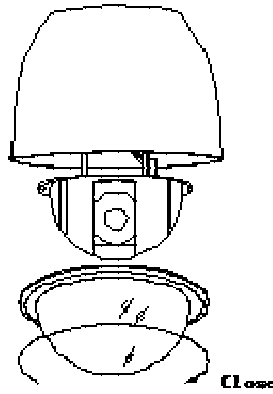

Figura 9
- 3) Cierre la cúpula (vea la Figura 9).